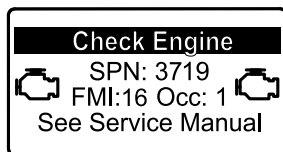

Figura 24
- Si es necesario realizar la regeneración con la máquina aparcada, el InfoCenter muestra la advertencia del motor SPN 3719, FMI 16 (Figura 24) y el ordenador del motor reduce la potencia del motor al 85%.